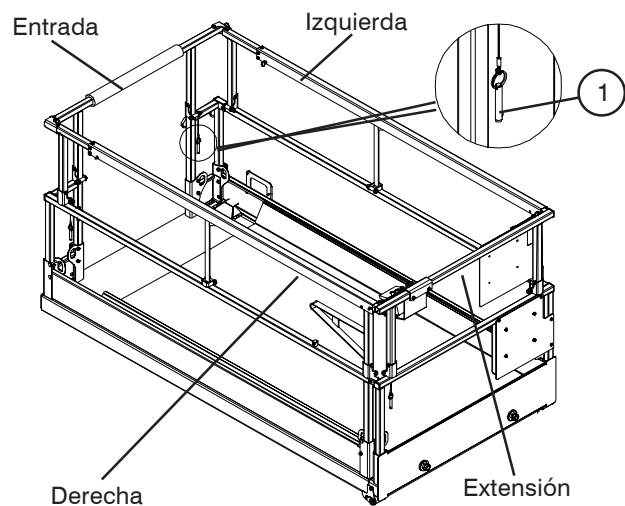

Figura 2-12a. Sistema de baranda plegable
3. Doble las barandas hacia abajo en el siguiente orden: lado derecho, lado izquierdo, entrada y extensión (consulte la figura 2-12a).